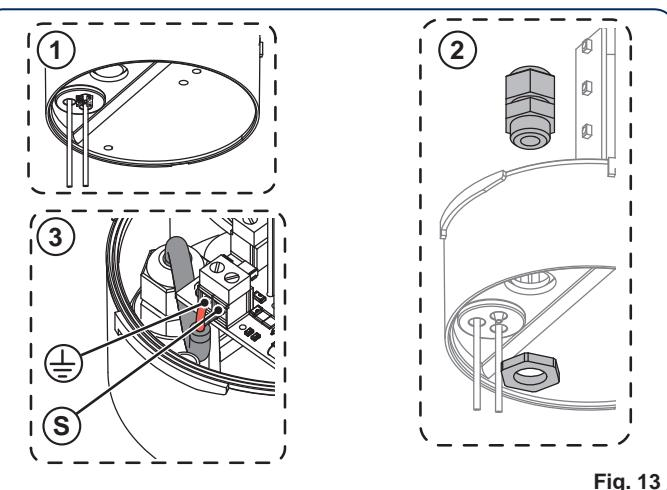

Fig. 13
1. Sul supporto calotta eseguire un foro Ø 12.5 (Fig. 13 rif. ①).